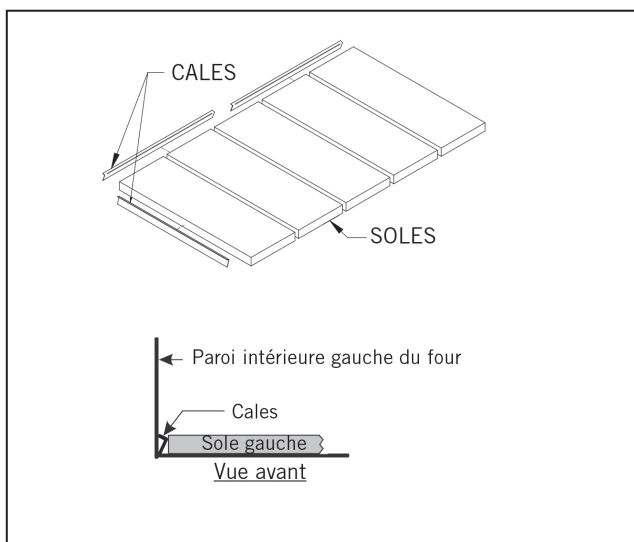

Figure 8
- (1) GARDEZ LA PORTE DU FOUR FERMÉE PENDANT LA TOTALITÉ DU PROCESSUS DE PRÉ-SÉCHAGE.
- (2) Laissez les pierres de cuisson s'ajuster à la température de la pièce avant de commencer.
- (3) Pré-chauffer les pierres avec le brûleur pilote en l'allumant pendant 1 heure.
- (4) Augmenter la température à moins de 148 °C (300 °F) pour maintenir une hauteur de flamme inférieure à 1/4 po). Maintenir ce réglage pendant 3 heures.
- (5) Après 3 heures augmentez la température à 148 °C (300 °F) pendant 1 heure, ensuite 204 °C (400 °F) pendant 1 heure, et ensuite 260 °C (500 °F) pendant 1 heure.
- (6) NE MODIFIEZ PAS CE PROCESSUS, le défaut de pré-sécher correctement les pierres peut causer le gachissement, la fissuration, ou l'éclatement avec une force explosive.
- (g) Utiliser des cales à l'arrière et sur les côtés des soles si les soles sont lâches. Les cinq soles devraient être serrées les unes contre les autres sans aucun espace entre elles (voir Fig. 8).